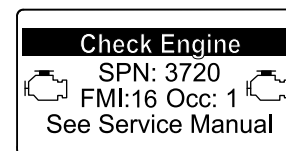

Рисунок 43
- Предупреждение о двигателе SPN 3720, FMI 16 (Рисунок 43)